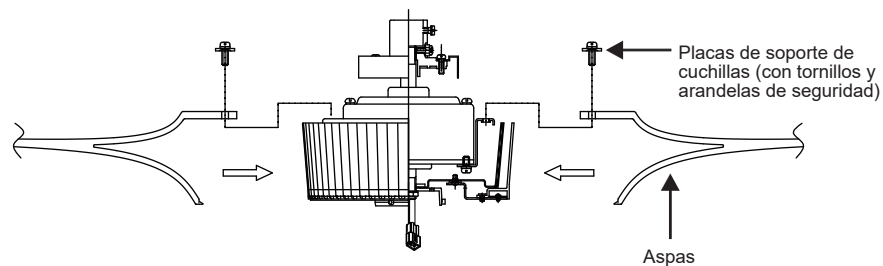

Fig. 5
**Paso 2.** Apriete los tres tornillos de las aspas con las arandelas de seguridad ya instaladas en la placa de soporte. (Fig. 5)